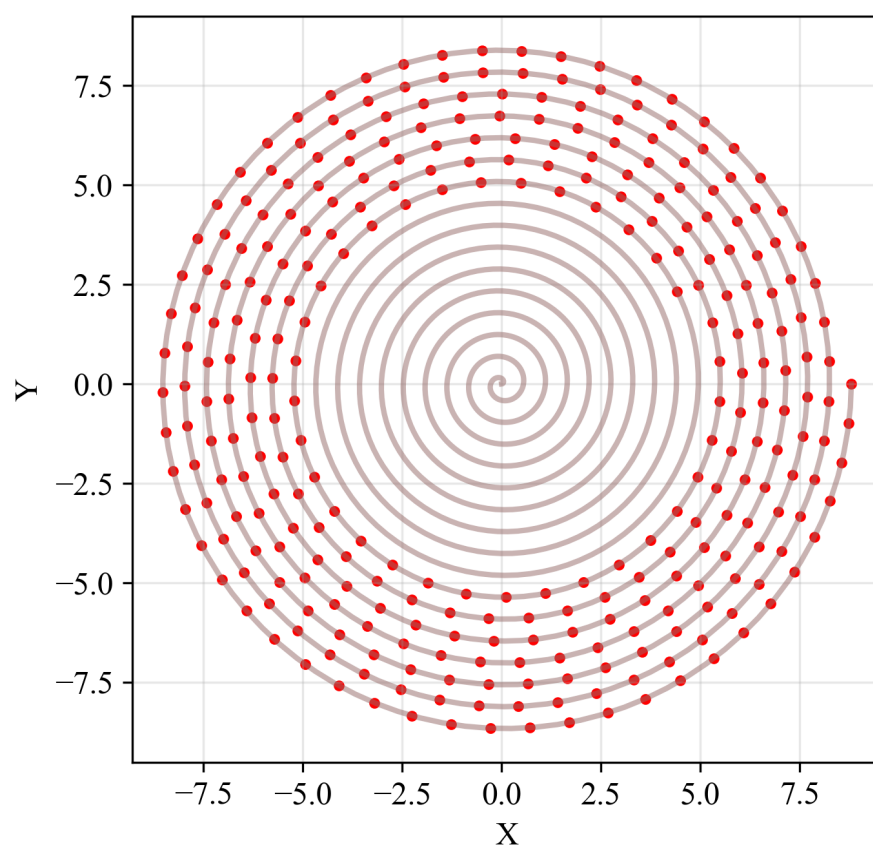

图 3 $t = 0\text{s}$ 至 $t = 300\text{s}$ 龙头前把手位置
- 如图 3所示，龙头前把手的位置关于时间均匀分布在螺线上，符合题目中龙头前把手速度恒为 $v_0 = 1\text{m/s}$ 的条件。